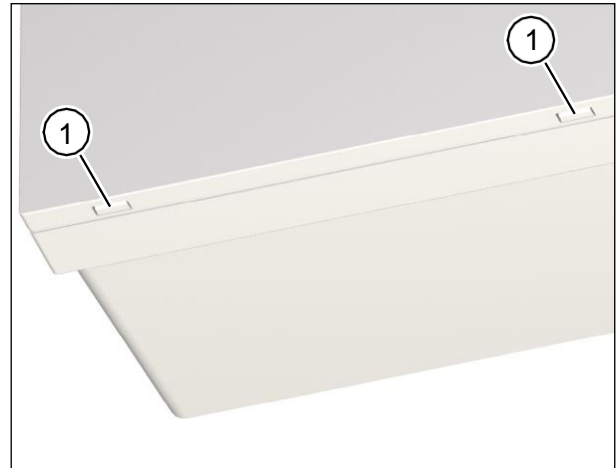

Рис. 19: Демонтаж захисного кожуху вентиляційної установки
- ▶ Натисніть великими пальцями на два фіксатора (пункт 1 на Рис. 19) знизу вентиляційної установки. Захисний кожух установки відійде.